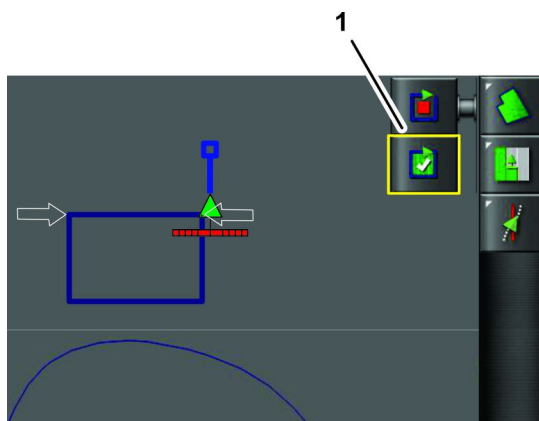

Figura 50
6. Alinhe a parte central externa da roda dianteira esquerda no último vértice e pare a máquina (Figura 50).
7. Pressione o ícone COMPLETAR DEMARCAÇÃO DO LIMITE DO CAMPO (Figura 50).